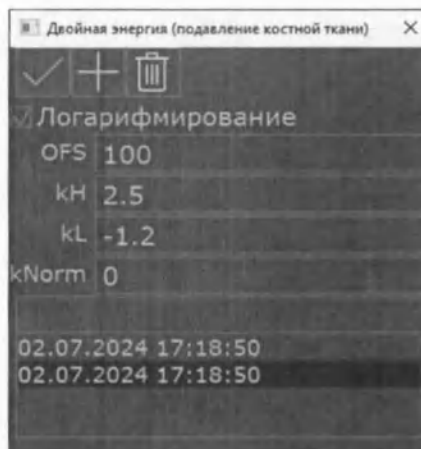

Рис. 129 Внешний вид окна "Двойная энергия (подавление костной ткани)"
- Откроется окно реконструкции (Рис. 129 Внешний вид окна "Двойная энергия (подавление костной ткани)");